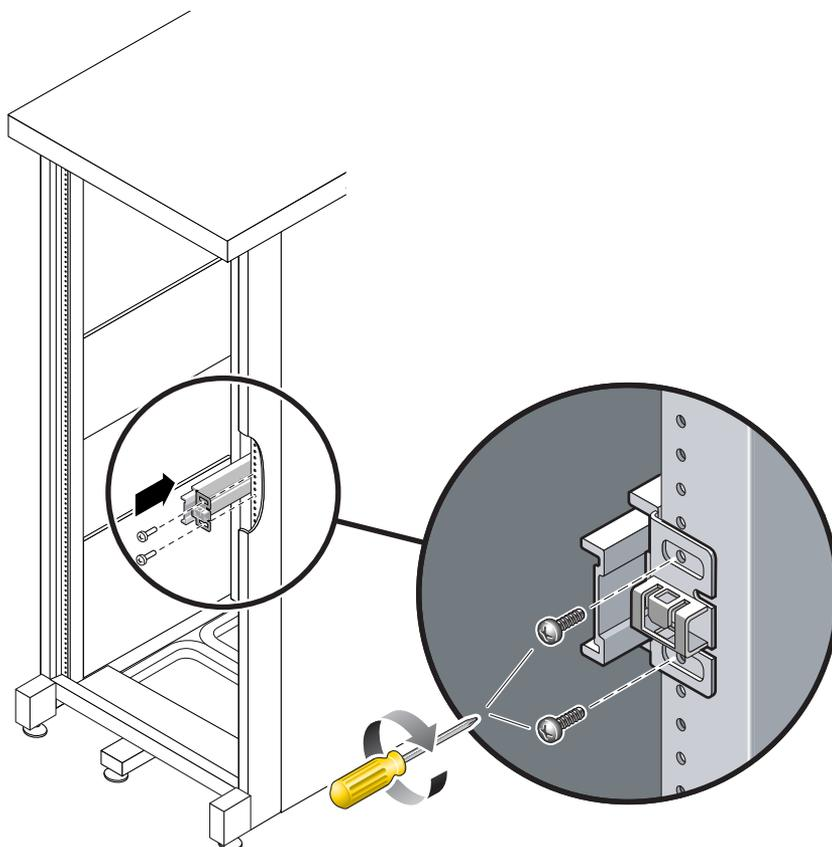

図 2-15 スライドレールの取り付け
- a. 2本のねじを使用して、スライドレールの正面側を正面右側のラックポストに緩く取り付けます (図 2-15)。